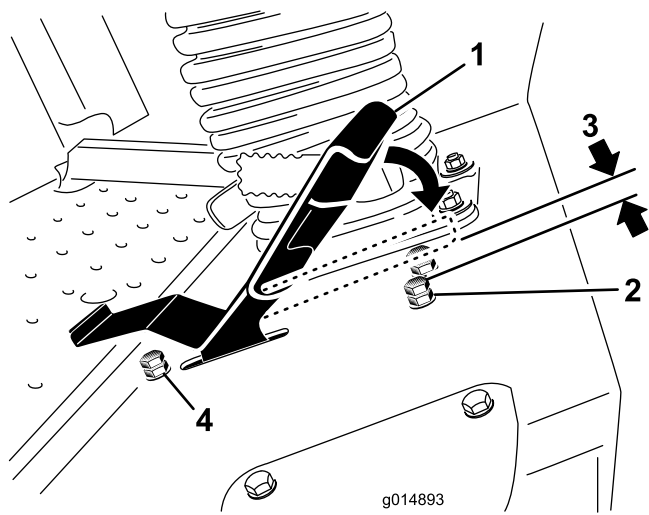

図 60
3. 走行ペダルのストップ・ボルトについているジャム・ナットをゆるめる（図 60）。